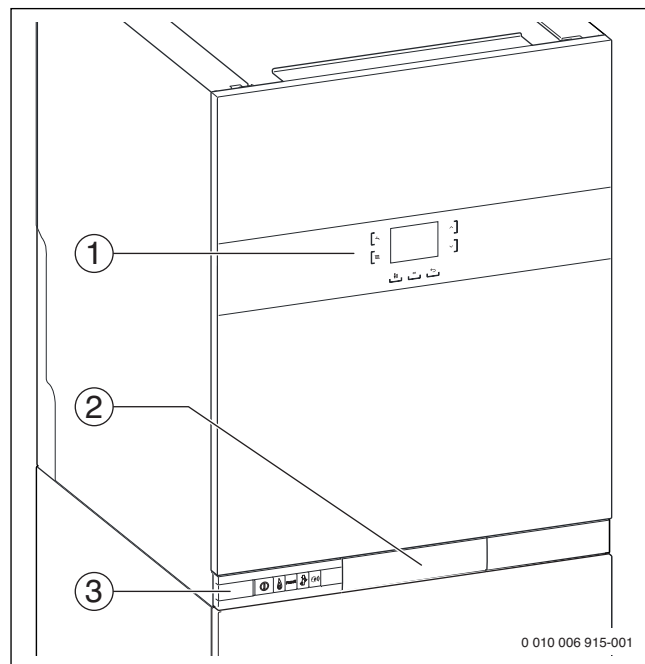

Fig. 7 Privire de ansamblu asupra elementelor de comandă
- Unitatea de comandă montată în aparat pentru reglare în funcție de temperatura exterioară (→ fig. 7).